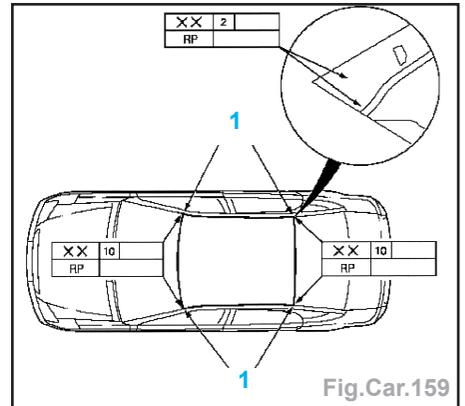

Fig.Car.159
- River le toit (1) avec 8 rivets étanches à l'eau (Fig.Car.159).